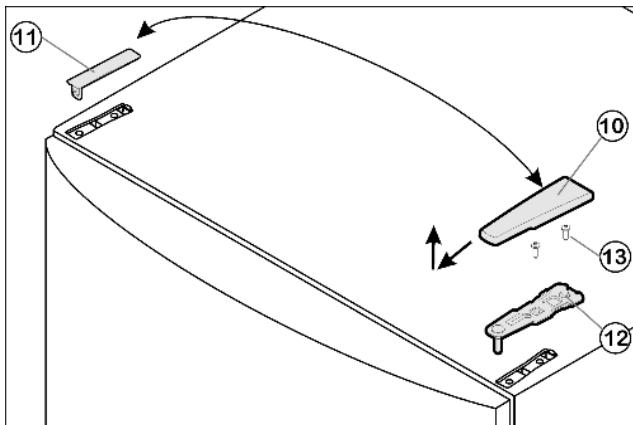

Fig. 4
- ▶ Крышку Fig. 4 (10) снимите движением вперед и вверх.
- ▶ Снимите крышку Fig. 4 (11).
- ▶ Открутите верхний опорный кронштейн Fig. 4 (12)(2 шт. Torx 25) Fig. 4 (13) и вытяните вверх.
- ▶ Установите верхний опорный кронштейн Fig. 4 (12) на новой стороне шарнира и защелкните в дверце.
- Прикрутите верхний опорный кронштейн Fig. 4 (12) с **усилием мин. 4 Нм**(2 шт. Torx 25) Fig. 4 (13). При необходимости проделайте отверстия или используйте аккумуляторную отвертку.
- Защёлкните крышку Fig. 4 (10) и крышку Fig. 4 (11) на противоположной стороне.